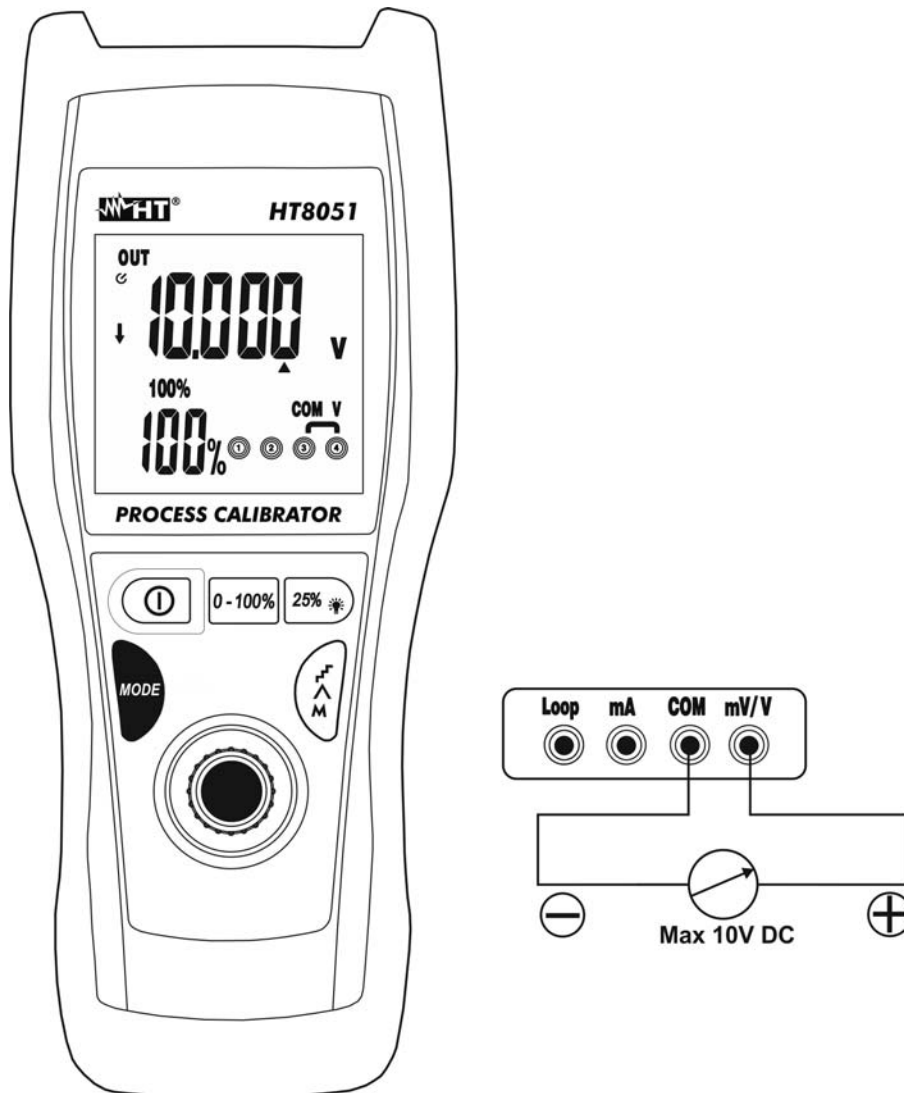

Fig. 4 : Génération de Tension DC
4. Positionner l'embout vert et l'embout noir respectivement dans les points à potentiel positif et négatif du dispositif externe (voir la Fig. 4).
5. Pour la génération de la valeur négative de tension, tourner les embouts de mesure dans le sens inverse par rapport à la connexion de Fig. 4.